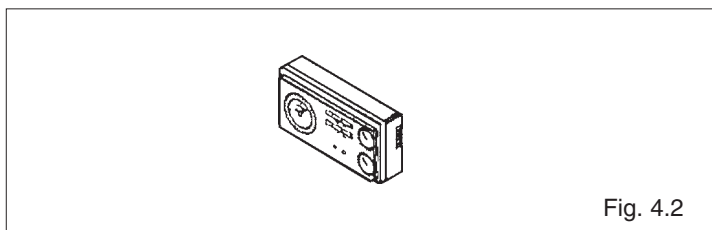

Fig. 4.2
- regolare il termostato ambiente alla temperatura desiderata ( ~ 20°C) oppure se l'impianto è dotato di programmatore orario o termoregolazione verificare che sia "attivo" e regolato ( ~ 20°C) (fig. 4.2)